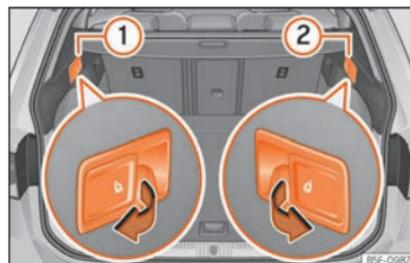

Abb. 164 Im Kofferraum: Entriegelungshebel im Abstand der Teile links **1** und rechts **2** von der Rücksitzlehne.
- Ziehen Sie am Hebel zur Fernentriegelung auf der linken » » » **Abb. 164** **1** oder rechten **2** Seite der Rückenlehne in Pfeilrichtung. Der entriegelte Teil der Rücksitzbank klappt nun automatisch nach vorn um.